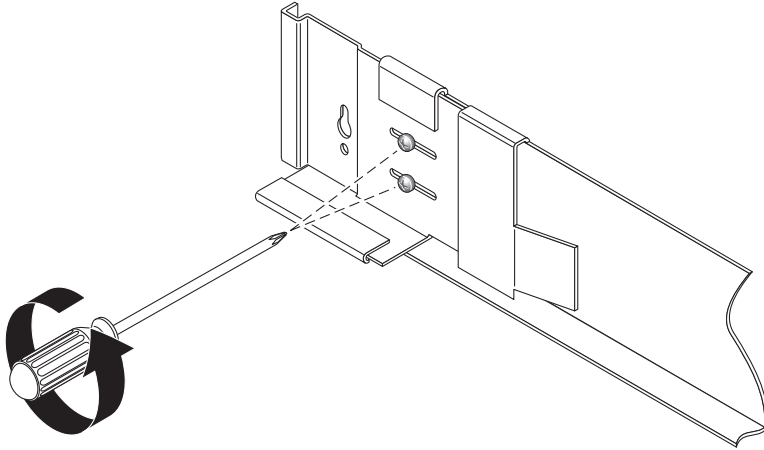

FIGURE 2-7 Dévissage des vis des rails pour en régler la longueur
1. À l'aide d'un tournevis cruciforme n°2, desserrez les vis des rails latéraux et réglez chaque rail au maximum de sa longueur (FIGURE 2-7).